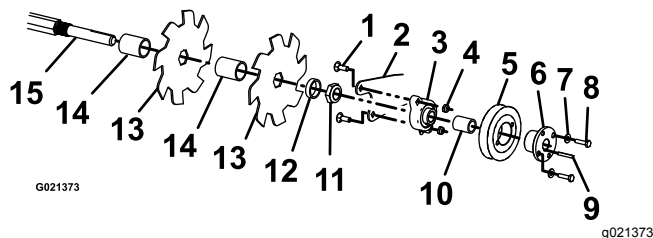

Bild 27
9. Entfernen Sie die 4 Schlossschrauben und Sicherungsmuttern, mit denen die Schnittmesser (Bild 27) befestigt sind, und entfernen Sie sie von der Befestigungsgabel.
10. Entfernen Sie die 2 Schrauben und Unterlegscheiben, mit welchen die Scheibe am Lager befestigt ist. Lösen Sie die Stellschrauben am Lager und schieben Sie die Passfeder von der Welle (Bild 27). Entfernen Sie das Lager und die Scheibe, indem Sie die Lagerbefestigungen von der Befestigungsgabel entfernen.